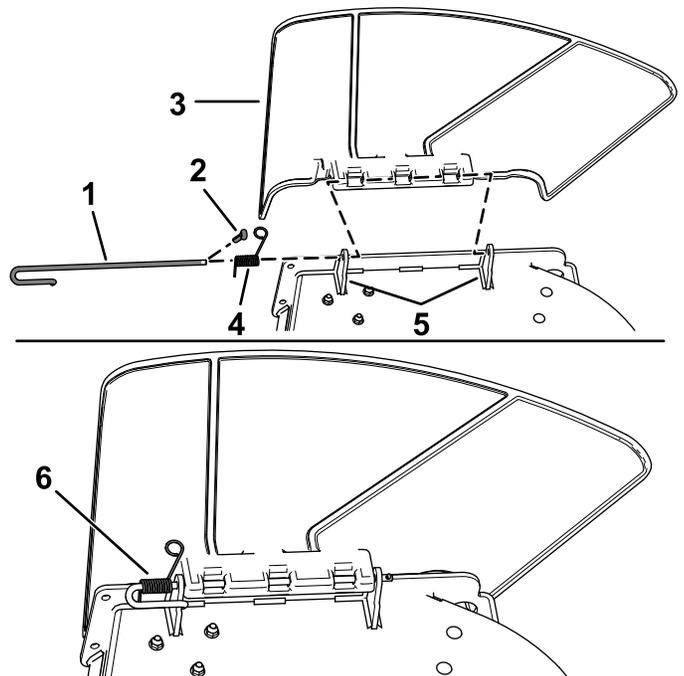

Bild 78
1. Entfernen Sie den Splint (Bild 78).
2. Entfernen Sie die Feder von der Kerbe in der Ablenkblechhalterung und schieben Sie die Stange aus den geschweißten Mähwerkhalterungen, der Feder und dem Auswurfablenkblech (Bild 78).
9. Setzen Sie den Splint ein (Bild 78).